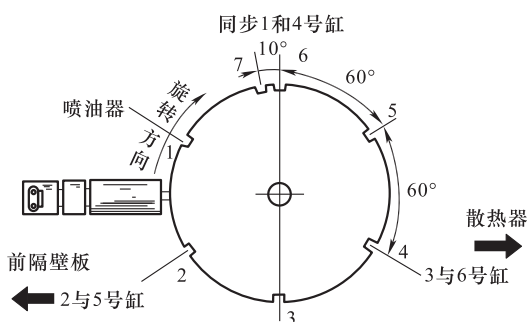

图 4-36 7X 曲轴位置传感器的信号盘结构
(1) 结构 7X 曲轴位置传感器的信号盘铸在曲轴上的一个特殊的轮上，有 7 个加工的切槽，其中 6 个槽以 60° 间隔均匀分布，第 7 个槽距离前一个槽为 10° ，如图 4-36 所示。
(2) 原理 当发动机转动时，7X 曲轴位置传感器的信号盘的齿和凸缘引起通过信号发生器中感应线圈的磁场发生变化，从而在感应线圈里产生交变的电动势，经滤波整形后，即变成脉冲信号，此脉冲信号输入 ECU 后，ECU 用来计算曲轴位置和发动机转速。
(3) 检测